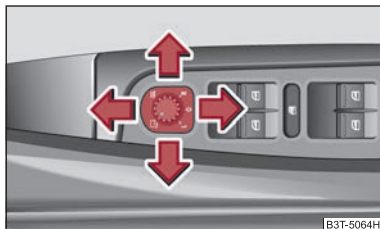

Fig. 68 Interiorul portierei: Buton rotativ
- Aduceți butonul rotativ în poziția  ⇒ fig. 68.
Când butonul rotativ se află în poziția **R** ⇒ fig. 68 și se selectează treapta de marșarier, suprafața oglinzii basculează puțin în jos. Astfel în timpul parcurii este asigurată vizibilitatea spre bordură.